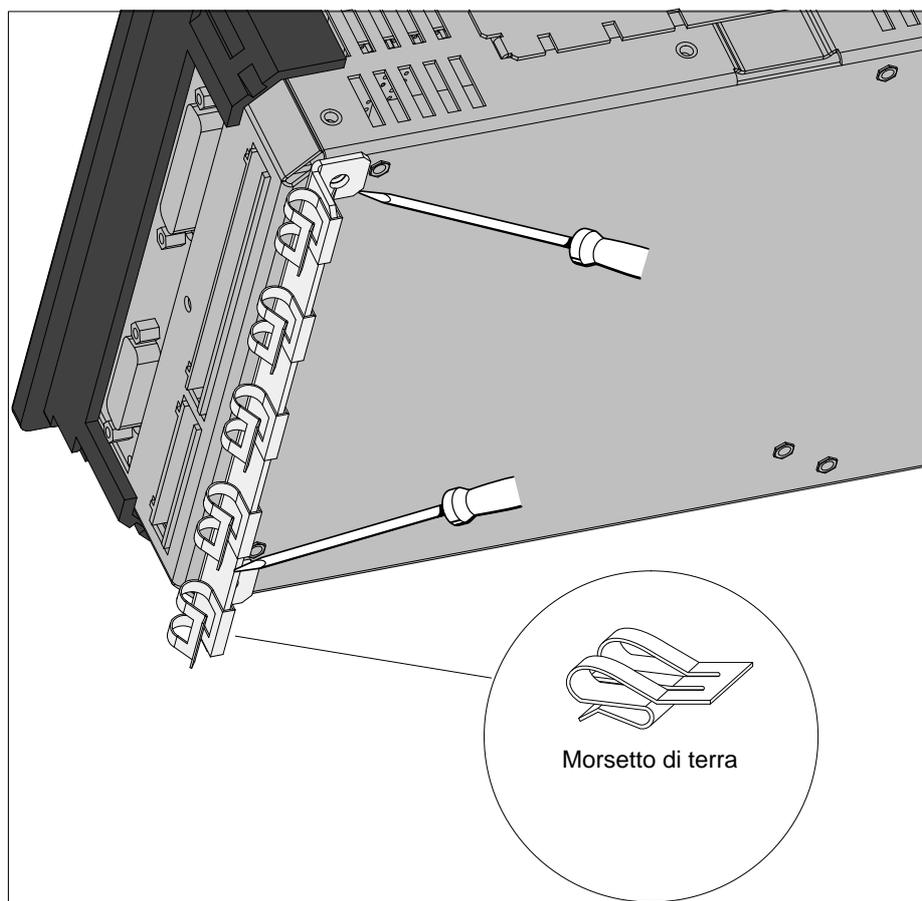

Figura 2-10 C7 con guida di terra e morsetti di terra
1. svitare entrambe le viti del C7, come mostrato nella figura 2-10.
2. applicare la guida di terra posizionandola come mostrato nella figura 2-10 e avvitarle nuovamente le viti precedentemente asportate.
3. inserire i morsetti di terra sulla guida, come mostrato nella figura 2-10.